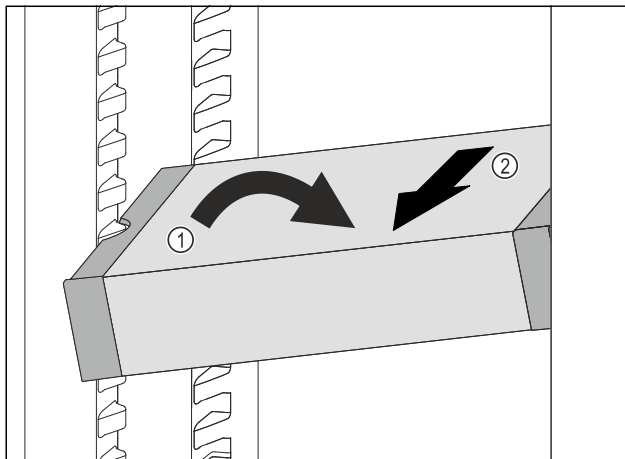

Fig. 98
- VarioSafe im Kühlteil schräg stellen. Fig. 98 (1)
- VarioSafe nach vorne entnehmen. Fig. 98 (2)